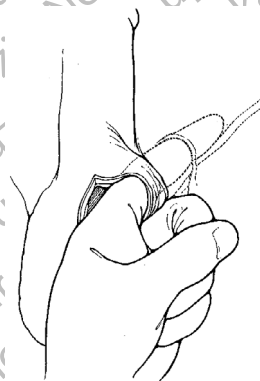

Figura 4-15a. Creación de la comunicación
1. Cree una comunicación en la fascia transversal a través del anillo inguinal externo (**Figura 4-15a**). Esta comunicación da acceso al espacio prevesical. Puede tener acceso al anillo inguinal y al espacio prevesical más fácilmente con el retractor de Deaver pequeño que se proporciona en el kit de retractores SKW. El retractor de Deaver se coloca en el anillo inguinal y se lleva hacia la cabeza para dejar a la vista el anillo inguinal. Una vez que se crea el bolsillo en el espacio prevesical, use el dedo para colocar el reservorio en el espacio.